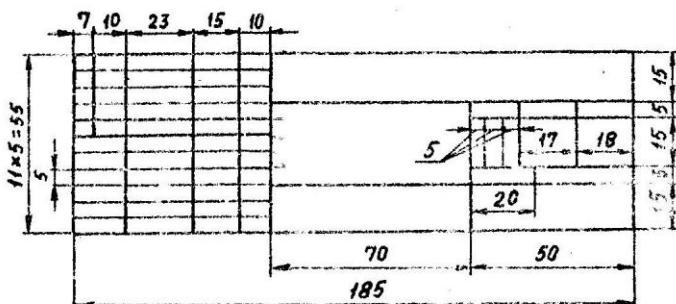

Рис. 2.1. Форматы, масштабы, основная надпись по ГОСТ 2.301.
- на форматах по ГОСТ 2.301-68 (рис.2.1);
- в масштабе по ГОСТ 2.302-68 (рис.2.1);
Надписи на чертежах выполняют шрифтом по ГОСТ 2.304-81 (рис.2.3). Изображения (виды, разрезы, сечения и т.д.) выполняются и оформляются по ГОСТ 2.305-68. Штриховка материалов в разрезах и сечениях производится по ГОСТ 2.306-68. Основная надпись выполняется по ГОСТ 2.104-68 (рис.2.1) [1].